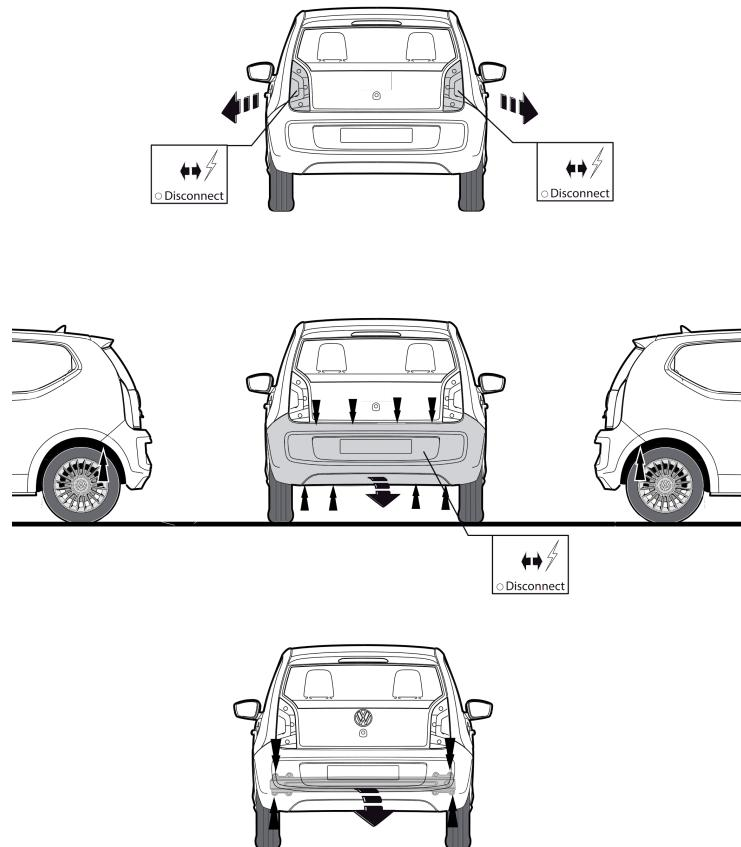

Fig. 1
- Снять оба блока задних фар. Снять бампер вместе со буферным бруском автомобиля. Буферный брус больше не понадобится. См. рисунок 1.